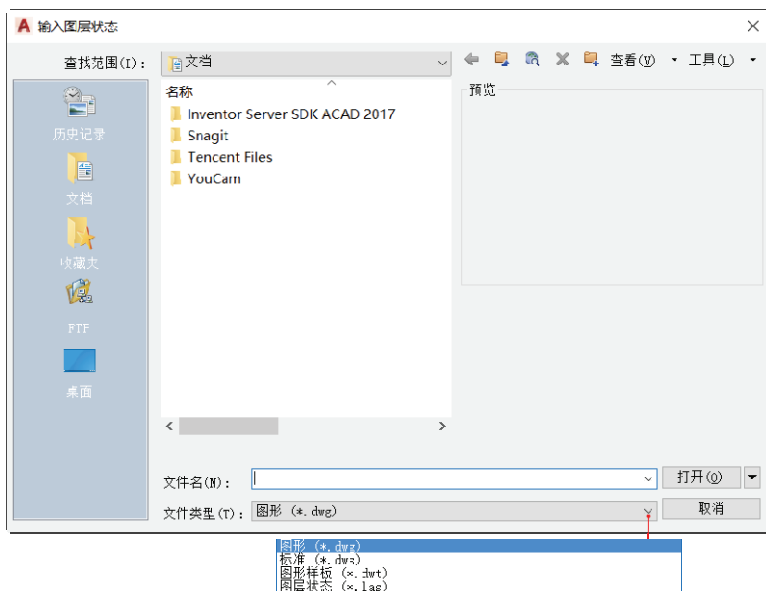

图 6-30 “输入图层状态”对话框
- (6) “重命名”按钮：单击该按钮，则进行编辑图层状态名的操作，即重命名选定的图层状态。
- (7) “删除”按钮：删除选定的命名图层状态。
- (8) “输入”按钮：单击该按钮，打开图 6-30 所示的“输入图层状态”对话框，从中选择可以将先前输出的图层状态（LAS）文件加载到当前图形，也可以输入 DWG、DWS 或 DWT 文件中的图层状态。输入图层状态文件可能导致创建其他图层。